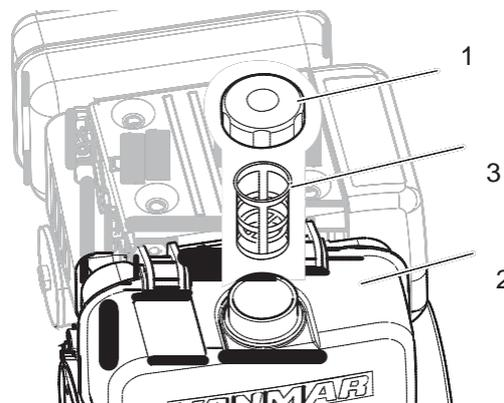

Figure 6
1. Nettoyez la zone autour du bouchon (Figure 6, (1)).
2. Enlevez le bouchon (Figure 6, (1)) du réservoir de carburant (Figure 6, (2)).
3. Soulevez le tamis de protection (Figure 6, (3)).
5. Montez le tamis de protection (Figure 6, (3)).
6. Remettez le bouchon du réservoir (Figure 6, (1)) et serrez à la main. Un serrage excessif abîmera le bouchon.